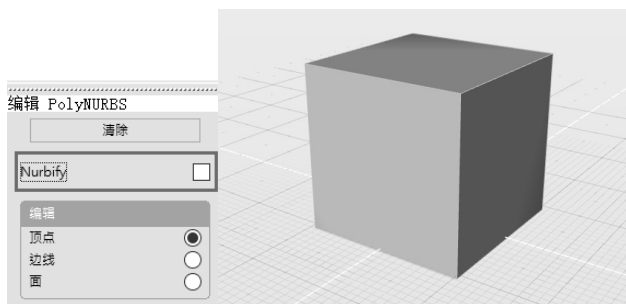

图 6-4 取消勾选“Nurbify”复选框（左）以获得结果（右）
4) 在控制面板中，取消勾选“Nurbify”复选框，获得结果如图 6-4 所示。